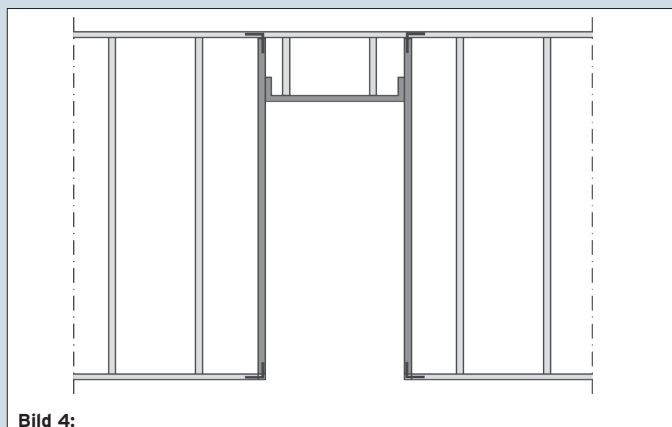

Bild 4:
1. Lage und Breite der Türöffnung wird am Boden markiert **(Bild 4)**.
2. UW-Profile werden am Boden bis zu der Türöffnung montiert **(Bild 4)**.
3. Verstärkte UA-Aussteifungsprofile oder Rohrrahmenprofile werden lotrecht mit der Decke und dem Fußboden verschraubt **(Bild 4)**.
① HINWEIS: